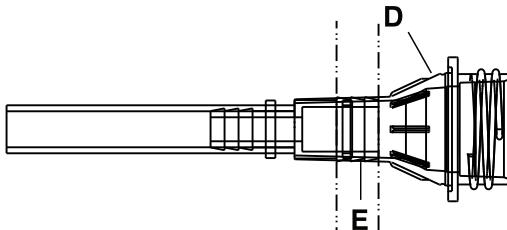

図13-6: ケーブルタイをバルブ本体に取り付ける
12. ジップタイガンを使用して、供給されたケーブルタイ (E) をバルブ本体 (D) および圧縮連結具の周囲に取り付けてください (13-20ページの図13-6)。
14. ジップタイガンを使用して、供給されたケーブルタイ (E) をバルブ本体 (D) および圧縮連結具の周囲に取り付けてください (13-20ページの図13-6)。